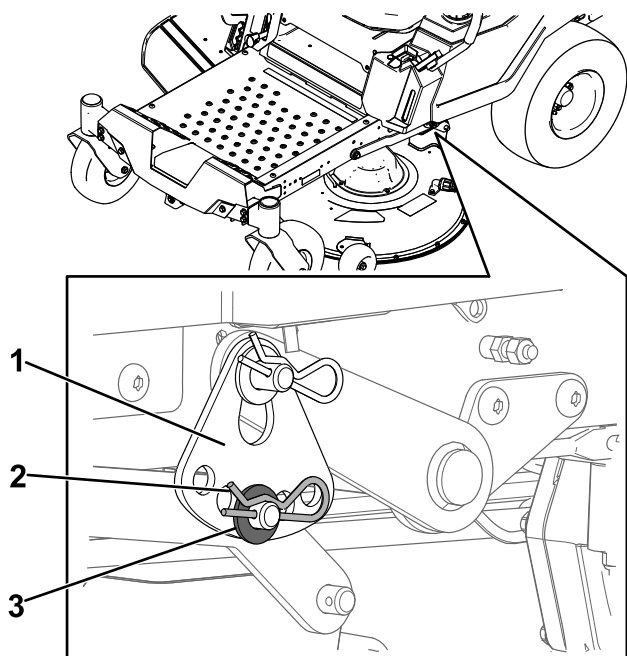

**Figura 63**
4. Coloque dos bloques de 6.6 cm (2 5/8") de grosor debajo de cada lado del borde delantero de la carcasa, pero no debajo de los soportes de los rodillos protectores del césped (Figura 63).
5. Coloque dos bloques de 7.3 cm (2 7/8") de grosor debajo del borde trasero del faldón de la carcasa de corte, uno en cada lado de la carcasa de corte (Figura 63).